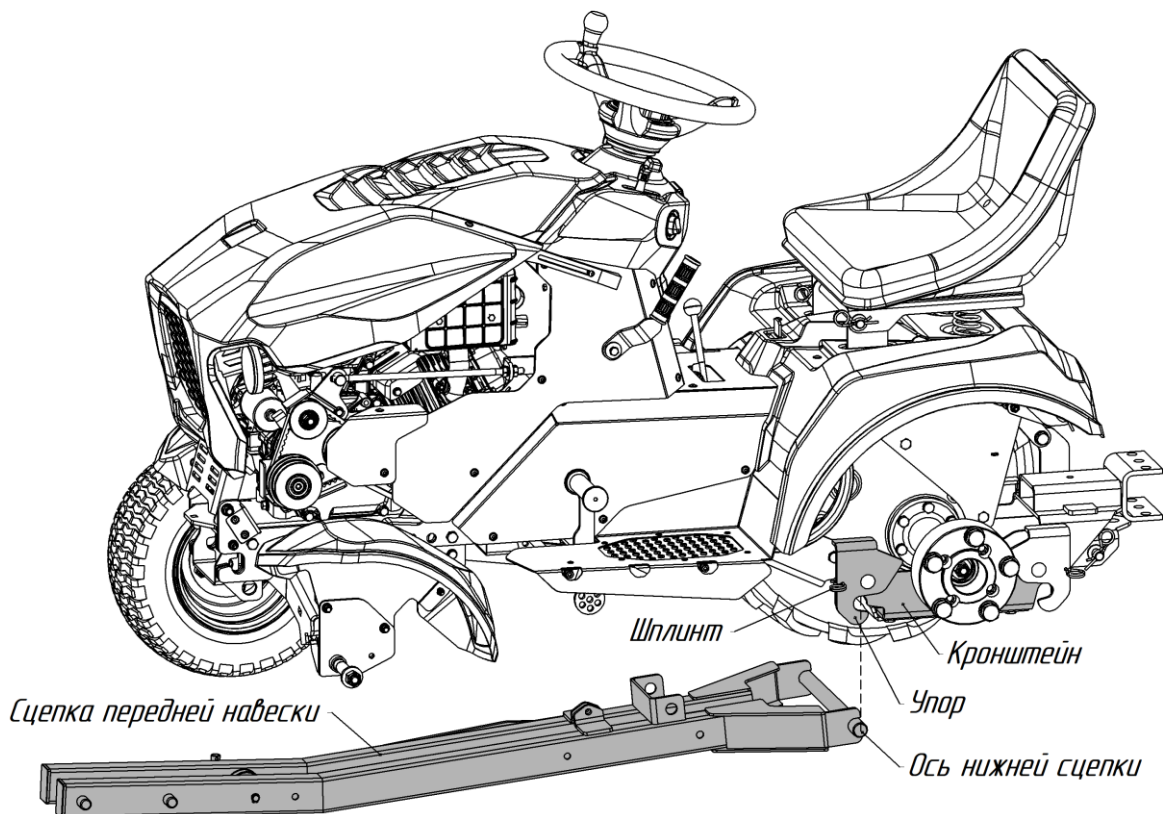

Рисунок 2
2. На тракторе с левой и правой стороны извлеките Шплинты и отведите Упоры вверх (рисунок 2).
3. Установите Ось нижней сцепки в паз Кронштейна на тракторе (рисунок 2).
4. Опустите Упоры вниз и установите Шплинты на место (рисунок 2).